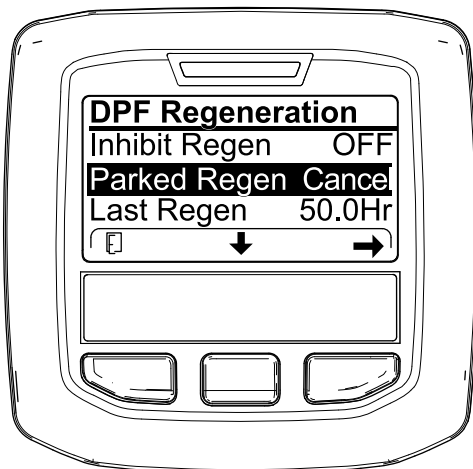
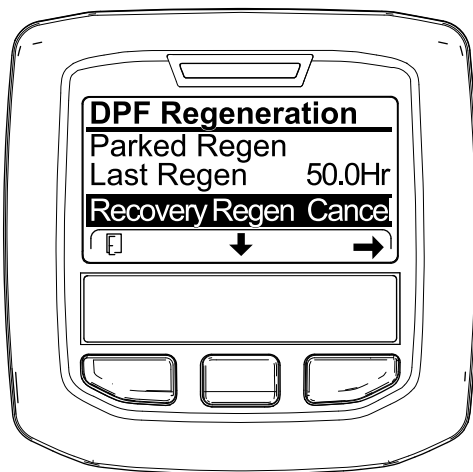

Figura 58
Figura 59
1. Aceda ao menu Regeneração do filtro de partículas de gásóleo (**Figura 58**).
2. Prima o botão central para ir até à opção CANCELAR REGENERAÇÃO EM ESTACIONAMENTO (**Figura 58**) ou CANCELAR REGENERAÇÃO DE RECUPERAÇÃO (**Figura 59**).
3. Pressione o botão direito para seleccionar a entrada Cancelar regeneração (**Figura 58** ou **Figura 59**).